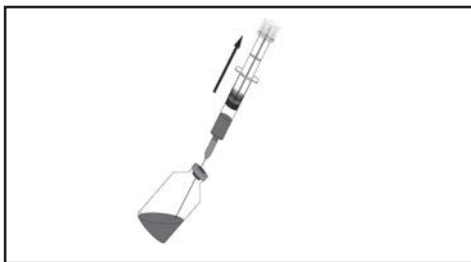

Figure 2a.
2.1 Avec l'aiguille stérile fixée, aspirer la solution dans la seringue pour y transférer la quantité requise de médicament depuis son récipient (figure 2a). Laisser une bulle d'air (maximum 1 ml) dans la seringue pour mieux mélanger.